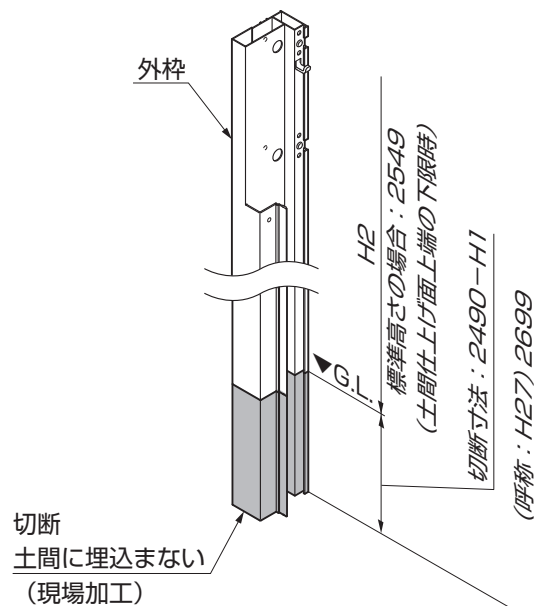
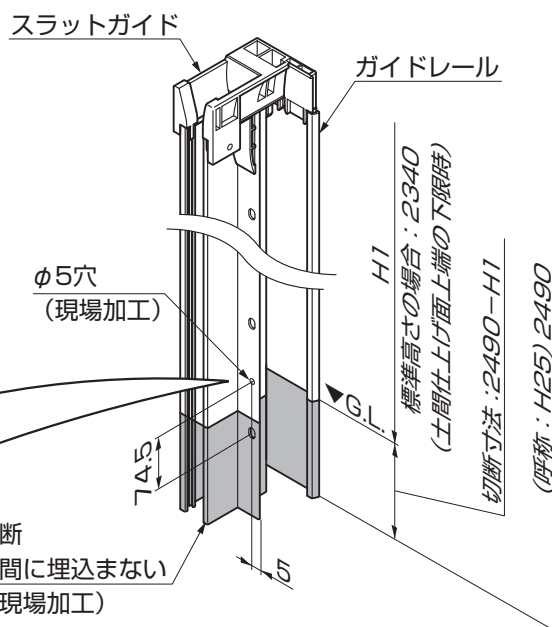

図3-1 外枠の加工
図3-2 ガイドレールの加工
●シャッター取付用縦部材を、シャッター取付用横部材Bに突き当てて(※1)、取付けてください。(図3-2参照)
①外枠を施工現場の土間仕上げ面上端に合わせて切断してください。(図3-1参照)
●標準高さ (H23) の場合、外枠の加工寸法は、H2=2549 (切断寸法: 150) となります。(図3-1参照)
②ガイドレールを、施工現場の土間仕上げ面上端に合わせて、切断と最下部の穴あけ (現場加工) をしてください。(図3-2、図3-3参照)
●標準高さ (H23) の場合、ガイドレールの加工寸法は、H1=2340 (切断寸法: 150) となります。(図3-2参照)
●施工後のメンテナンス上、外枠、ガイドレールは土間に埋込まないでください。(図3-1、図3-2参照)